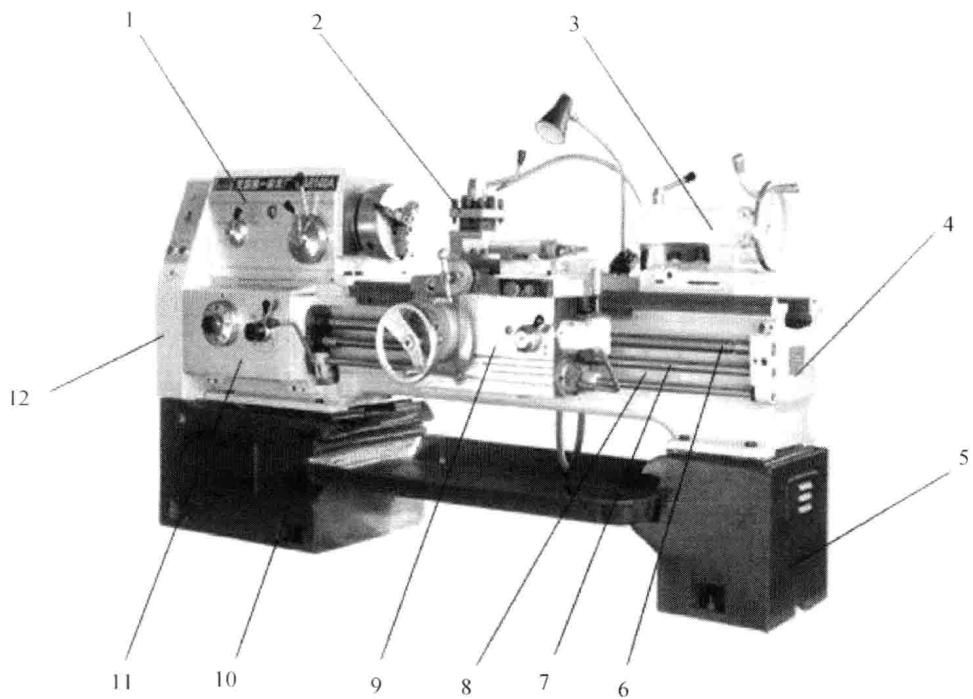

图 1-1 CA6140 型车床
- (1) 在车床图 1-1 上指出下列部位并写出对应顺序。